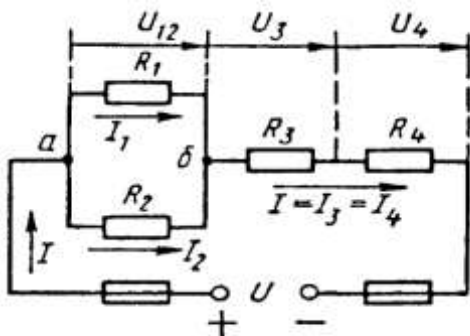

Рис. 1
Условие задачи. Цепь постоянного тока со смешанным соединением состоит из четырех резистором. Заданы схема цепи (рис. 1), значения сопротивлений резисторов:
2) обозначим токи I_1, I_2, I_3, I_4 на (рис. 1) стрелками и определим их значения из формулы мощности:
Математическая запись для узла б схемы цепи рисунок 1: